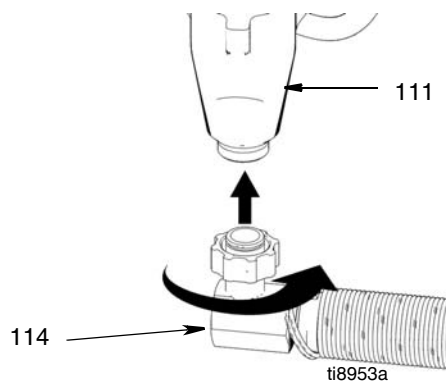

Рис. 27
8. (Рис. 27) Подсоедините всасывающую трубку (114) к нижней части насоса (111).